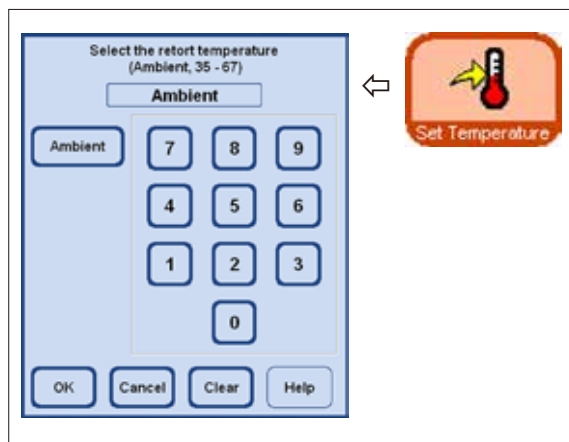

Рис. 132
- В Smartscreen можно настроить температуру реторты. Для этого нажмите кнопку **SET TEMPERATURE** и откройте окно **SELECT THE RETORT TEMPERATURE** (рис. 132).